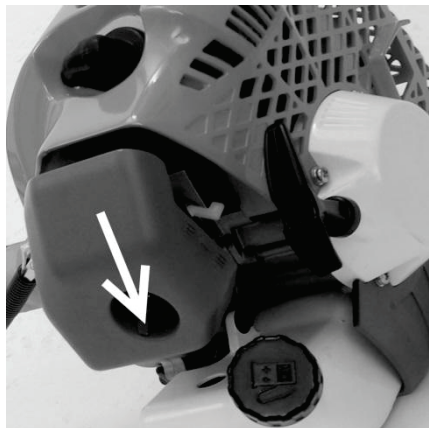

Рисунок 13
6.1.1 Снимите кожух защиты воздушного фильтра сняв фиксатор (рис.13).